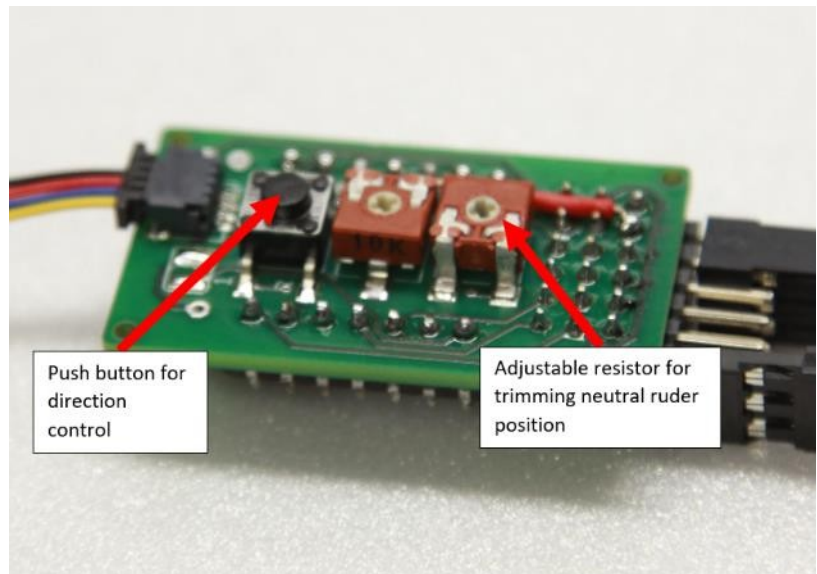

Abbildung 9: Trimmen des Servos
- Drehen Sie das Einstellpotentiometer (Abbildung 9) mit einem geeigneten Schraubendreher, bis die mittlere/neutrale Position erreicht ist.